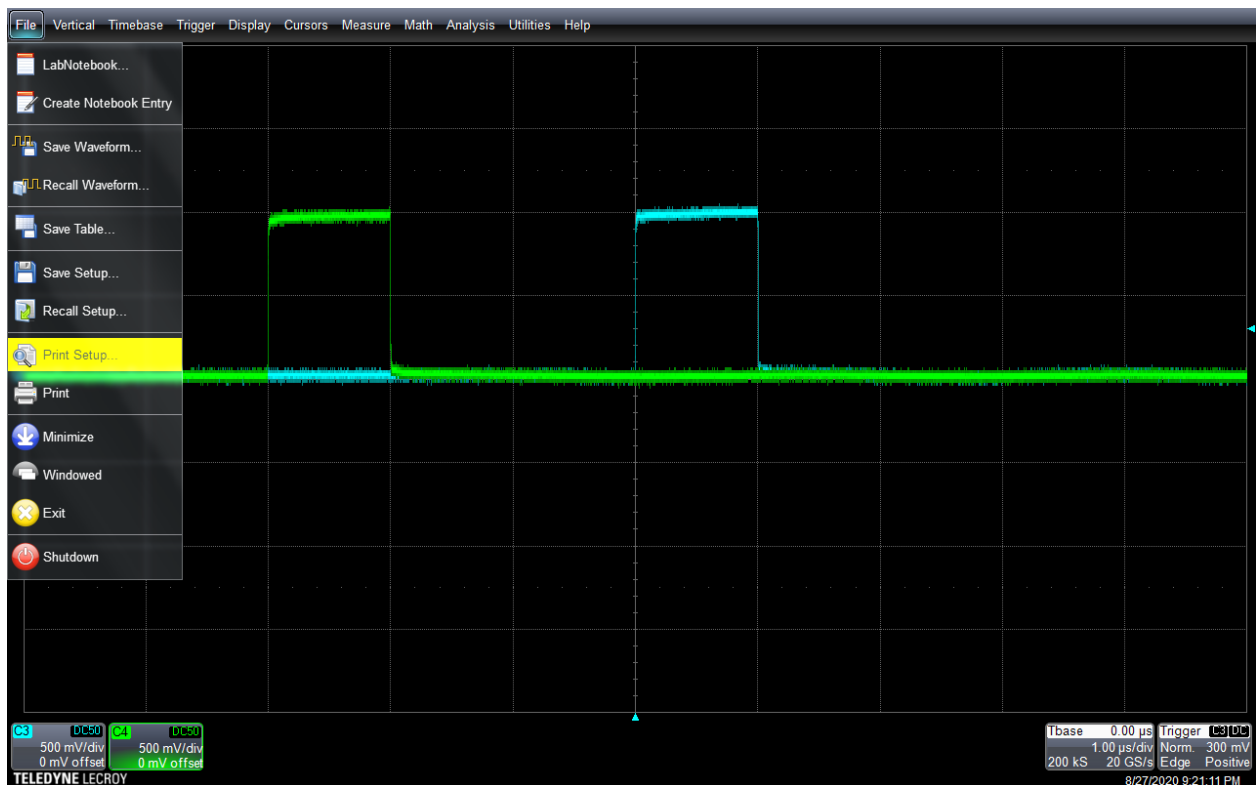

Рис. 6. Работа с осциллографом
3.6. Для анализа сигнала удобно также бывает иметь сохраненную картинку с осциллографа. Для сохранения картинки надо выбрать “Print Setup” в меню “File” (Рис. 6)